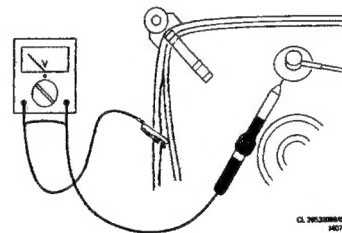

Abbildung 2-1
- Um Beschädigungen von ICs und Transistoren zu verhüten, muß jeder Hochspannungsüberschlag vermieden werden. Um eine Beschädigung der Bildröhre zu verhüten, muß zur Entladung der Bildröhre das in Abb. 2-1 angegebene Verfahren angewendet werden. Benutzen Sie einen Hochspannungstester und ein Universalmeßinstrument (Einstellung DC-V). Die Entladung muß erfolgen, bis der Zeigerausschlag des Instruments 0 V beträgt (nach ca. 30 s).